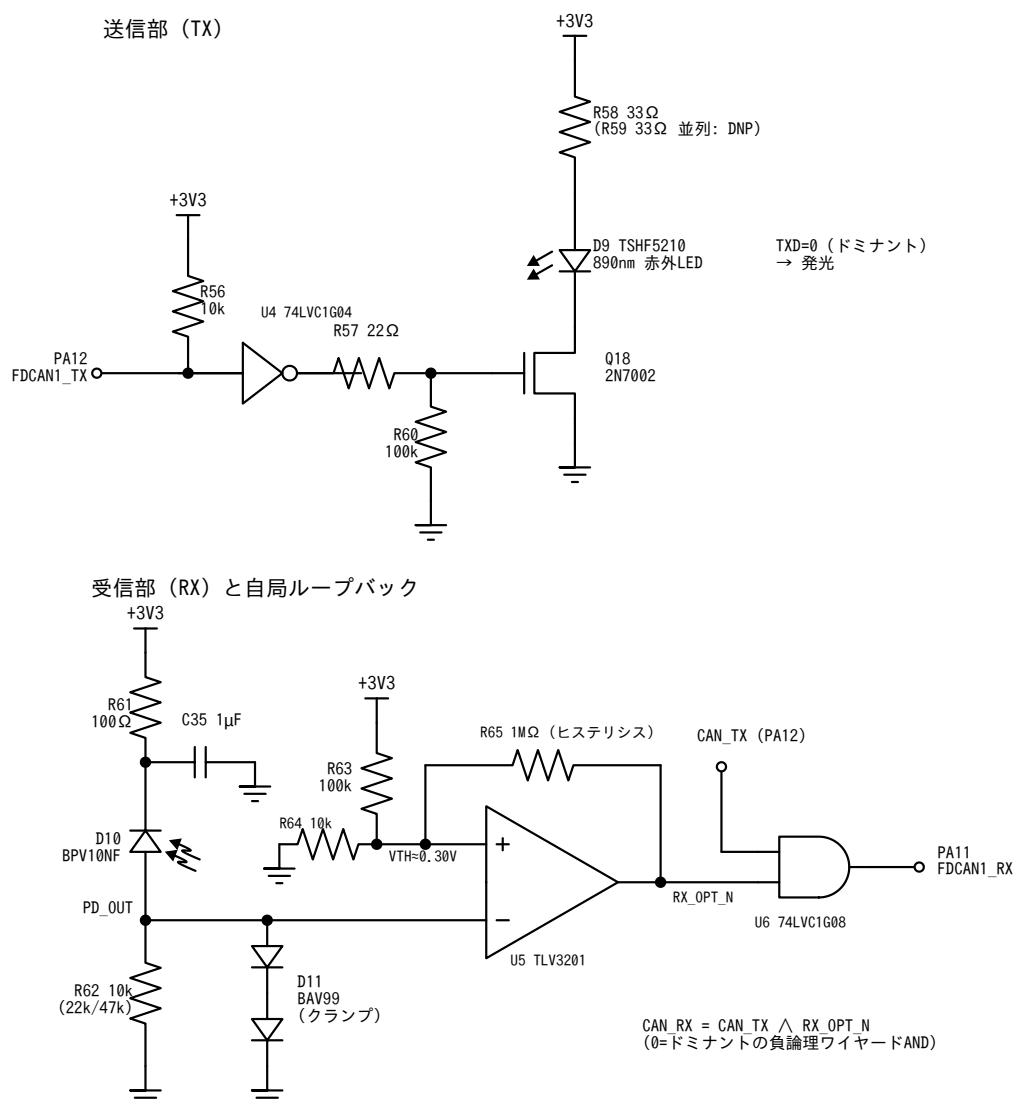

図 2 光フロントエンド回路(送信部・受信部・自局ループバック)
本基板の指令入力と状態出力は、**クラシック CAN のフレームを赤外光で伝送**します。CAN トランシーバの代わりに、図 2 の光フロントエンドを使います。
1. CAN コントローラの TX/RX ロジック信号に、図 2 と同じ光フロントエンドを接続すること (CAN トランシーバは使いません)。例: STM32 の bxCAN/FDCAN、ESP32 の TWAI、RP2040 の can2040 など。